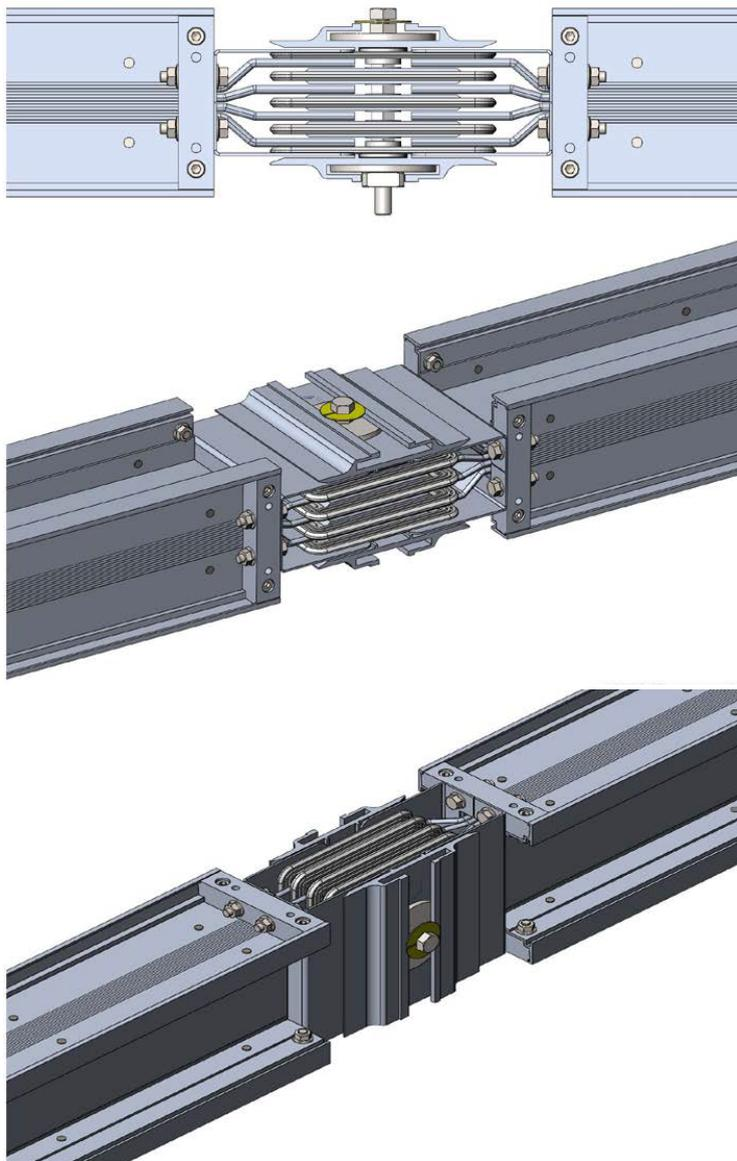

Рисунок 14
6.6 После размещения шинопровода в соединителе – убедитесь, что шины шинопровода вставлены до упора (рисунок 14).